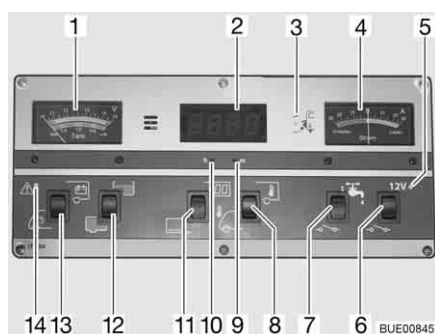

Fig. 152 Pannello di controllo IT 994
Per l'indicatore volt/serbatoio (Fig. 152,1) leggere la scala superiore. L'indicatore si illumina automaticamente appena viene premuto un interruttore.
- Premere l'interruttore a bilico (Fig. 152,13) in basso: Viene indicata la tensione della batteria di avviamento.
- Premere l'interruttore a bilico (Fig. 152,13) in alto: Viene indicata la tensione della batteria dell'abitacolo.
Per l'indicatore volt/serbatoio (Fig. 152,1) leggere la scala inferiore. L'indicatore si illumina automaticamente appena viene premuto un interruttore.
- Premere l'interruttore a bilico (Fig. 152,12) in alto: Viene indicato il livello del serbatoio dell'acqua.
- Premere l'interruttore a bilico (Fig. 152,12) in basso: Viene indicato il livello del serbatoio delle acque grigie.
La spia luminosa rossa ALARM (Fig. 152,14) inizia a lampeggiare non appena la tensione della batteria dell'abitacolo scende al di sotto di 11 V (misurazione durante il normale esercizio) con conseguente rischio che la batteria si scarichi troppo.
- Premere l'interruttore a bilico (Fig. 152,11) in alto: L'indicatore dell'orologio digitale si accende. L'indicatore per la temperatura è pronto al funzionamento.
- Premere l'interruttore a bilico (Fig. 152,11) in basso: L'indicatore dell'orologio digitale e l'indicatore di temperatura sono spenti.
- Premere con un oggetto sottile, p. es. con la punta di una matita, nell'apertura per l'indicazione delle ore (Fig. 152,10) finché non viene visualizzato il numero dell'ora desiderata.
- Premere con un oggetto sottile, p. es. con la punta di una matita, nell'apertura per l'indicazione dei minuti (Fig. 152,9) finché non viene visualizzato il numero dei minuti desiderato.
- Premere l'interruttore a bilico (Fig. 152,8) in alto: Viene indicata la temperatura interna.
- Premere l'interruttore a bilico (Fig. 152,8) in basso: Viene indicata la temperatura esterna.
Sullo strumento indicatore di corrente (Fig. 152,4) appare in permanenza la corrente attualmente erogata dalla batteria. L'indicatore si illumina automaticamente appena viene premuto un interruttore.
L'interruttore principale a 12 V (Fig. 152,6) inserisce o disinserisce il pannello di controllo e l'alimentazione a 12 V dell'abitacolo.
Accensione: ■ Premere l'interruttore a bilico (Fig. 152,6) in alto: L'alimentazione a 12 V dell'abitacolo è inserita. La spia di controllo (Fig. 152,5) diventa verde.
Spegnimento: ■ Premere l'interruttore a bilico (Fig. 152,6) in basso: L'alimentazione a 12 V dell'abitacolo è disinserita. La spia di controllo (Fig. 152,5) si spegne.
La spia di controllo a 12 V (Fig. 152,5) si accende non appena l'interruttore principale a 12 V (Fig. 152,6) viene inserito.
La spia gialla di controllo a 230 V (Fig. 152,3) si accende quando all'ingresso della centralina elettrica è presente una tensione di rete.
Accensione: ■ Premere l'interruttore a bilico (Fig. 152,7) in alto: L'alimentazione idrica è accesa.
Spegnimento: ■ Premere l'interruttore a bilico (Fig. 152,7) in basso: L'alimentazione idrica è spenta.